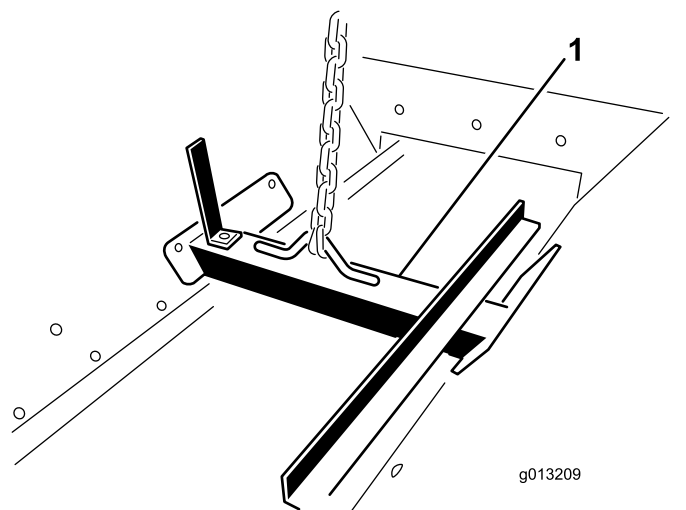

図 13
1. ホッパーアセンブリの内側に吊り上げ用のブラケットがついているので、これにホイストを接続する 図 13。